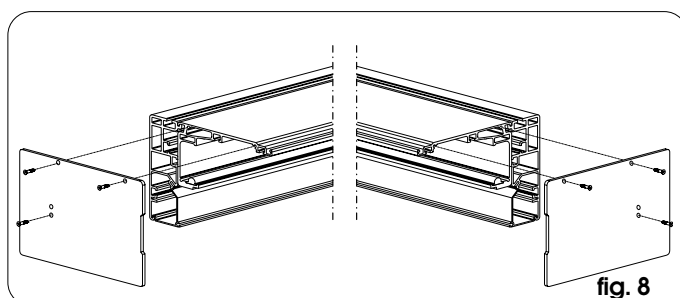
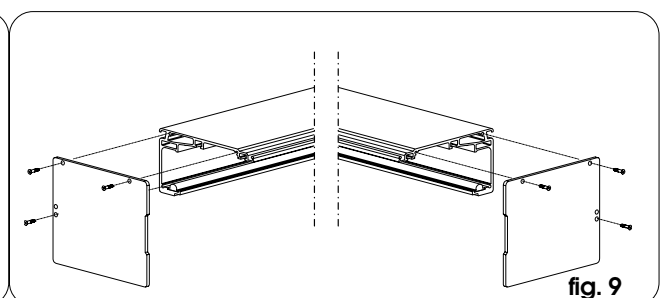

fig. 8
fig. 9
• Monter les côtés d'après la fig. 8 et fig. 9.